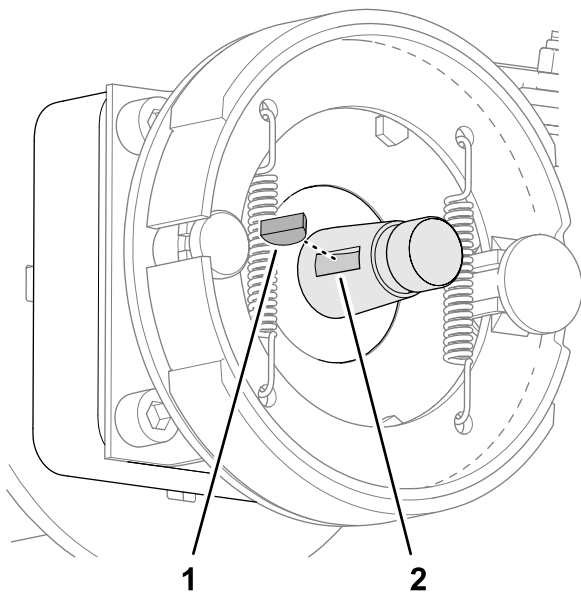

Рисунок 63
5. Снимите сегментную шпонку с вала колесного мотора (Рисунок 63).